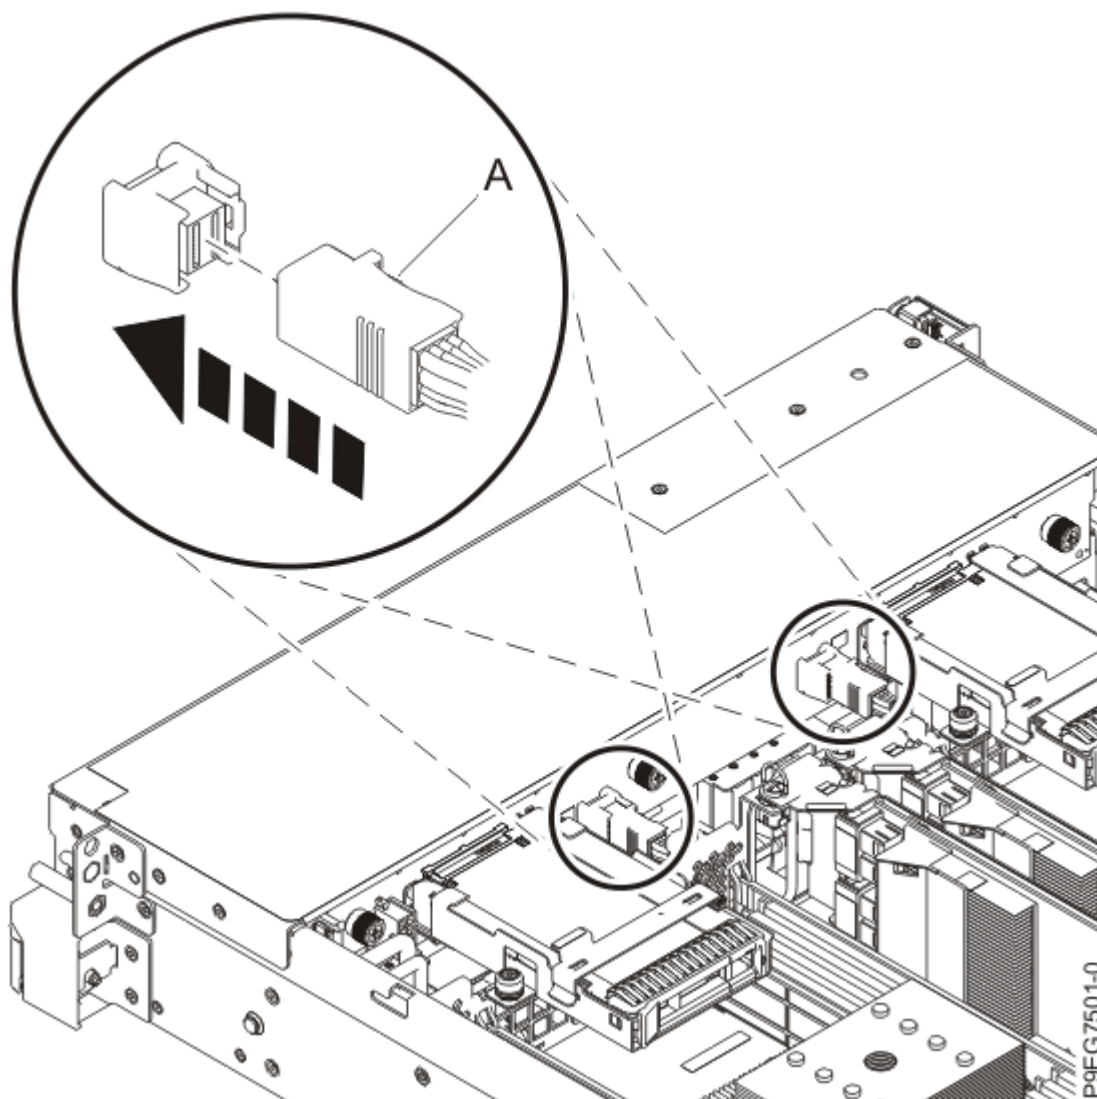

Figure 10. Reconnexion des câbles SAS avant
6. A l'aide de vos étiquettes, rebranchez les câbles SAS avant **(A)** au port du connecteur sur le fond de panier d'unité de disque. Appuyez sur le connecteur jusqu'à ce que vous entendiez un clic. Voir Figure 10, à la page 13.